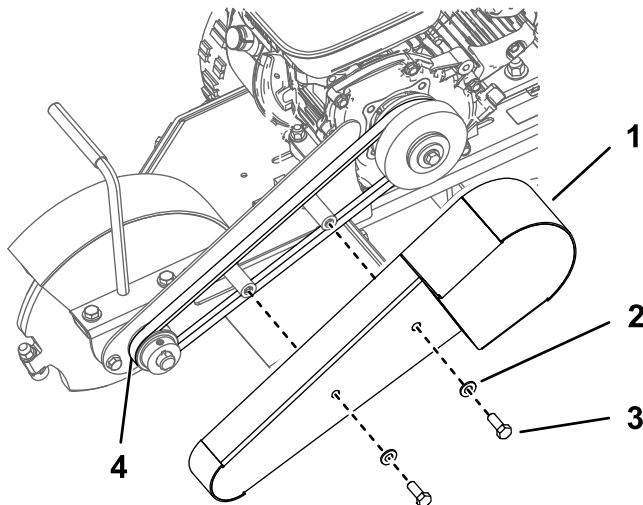

Figura 1
1. Retire los 2 pernos, las 2 arandelas y el protector de la correa (Figura 1).
4. Retire la correa (Figura 1).